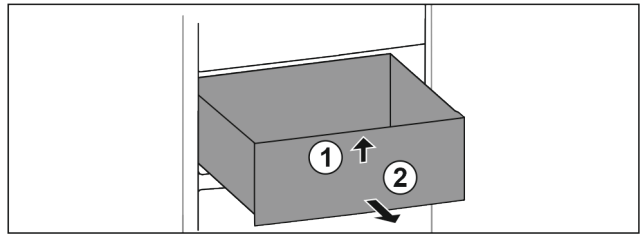

Fig. 17
- ▶ Lade aan de voorkant optillen. Fig. 17 (1)
- ▶ Lade naar voren toe verwijderen. Fig. 17 (2)